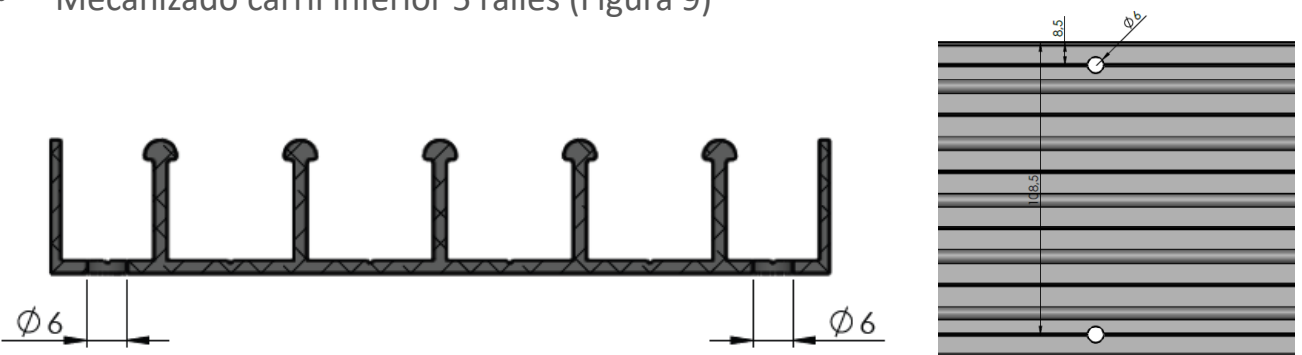

Figura 9
- Mecanizado carril inferior 5 raíles (Figura 9)